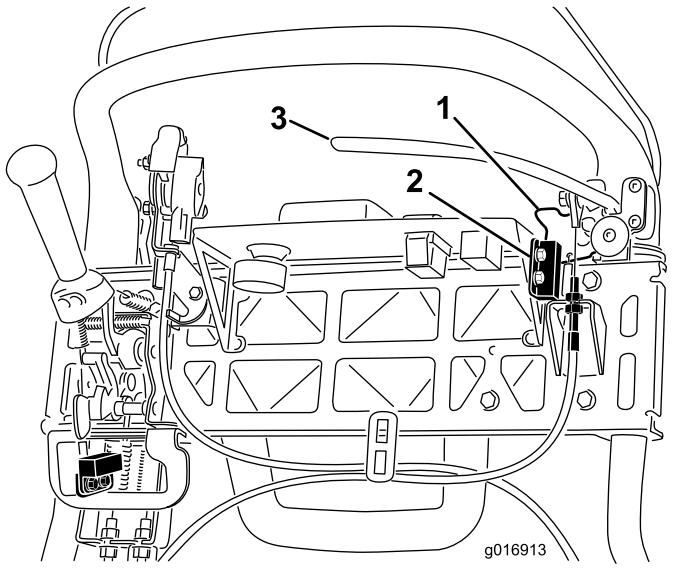

図 45
4. インタロックスイッチを固定しているねじをゆるめる図45。
5. 駐車ブレーキのラッチとインタロックスイッチとの間に厚さ 1.6mm のシムをはさむ図 45。
4. ケーブルの張りを強くするには、上側ケーブルのジャムナットをゆるめて、下側ケーブルのジャムナット図45を締め、156N 15.8kgの力で駐車ブレーキのラッチが解除されるように調整する